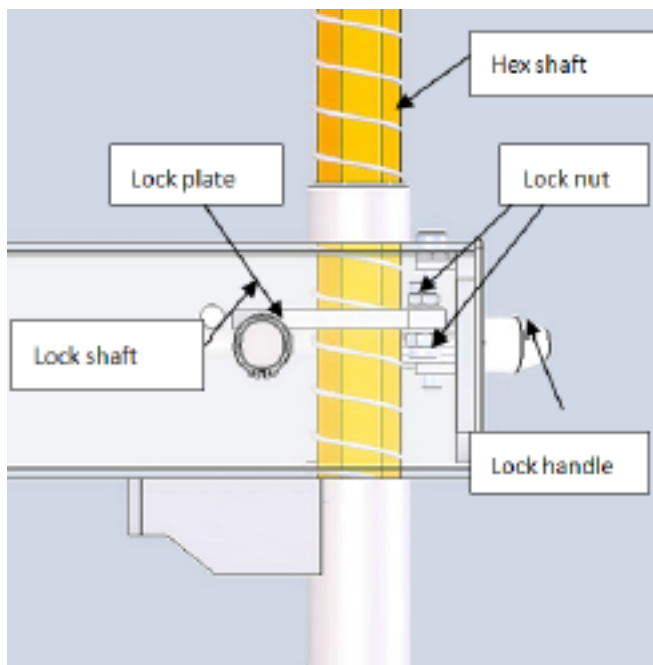

Рис. 8-3
7.3.1. Регулировка хода стопорной пластины штока и зазора между головкой инструмента и диском колеса. Когда зажимная рукоятка шестигранного штока опускается вниз, шестигранный шток поднимается под действием пружины. При повороте зажимной рукоятки по часовой стрелке на 100 градусов, стопорный штифт, соединенный с рукояткой, поднимет стопорную пластину, которая зафиксирует шестигранный вал, в это время головка инструмента сместится вверх и вправо примерно на 2 мм, и образуется зазор от нее до диска колеса. Если шток не фиксируется надежно, или зазор до диска не является правильным, вы можете отрегулировать ход стопорной пластины, используя стопорные гайки (рис. 8-3): Откручивая и затягивая верхнюю и нижнюю стопорные гайки в передней части стопорной пластины, вы можете отрегулировать зазор между головкой инструмента и диском колеса.